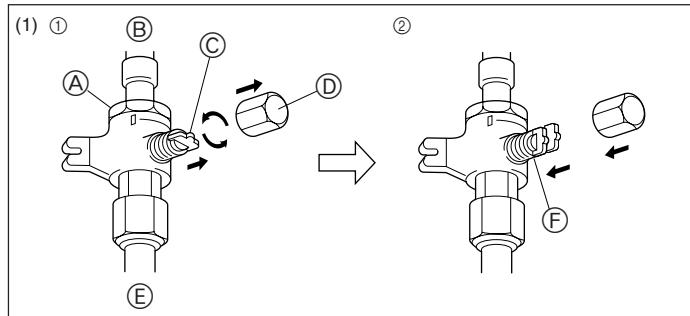
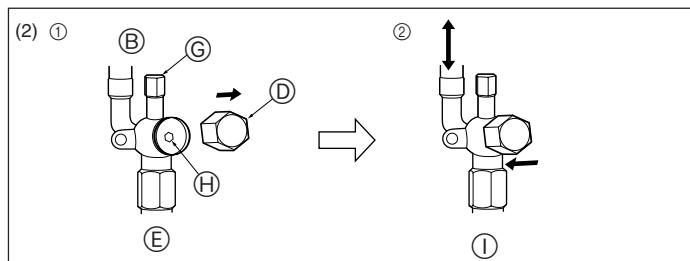

Fig. 4-4
Fig. 4-5
(1) Gaz tarafı (Fig. 4-4)
- ① Kapağı çıkarın, kolu kendinize doğru çekip saat yönünün tersine 1/4 devir çevirerek açın.
- ② Stop valflinin tamamen açık olduğundan emin olun, kolu içeri itin ve başlığı çevirerek tekrar ilk konumuna getirin.
(2) Sıvı tarafı (Fig. 4-5)
- ① Başlığı çıkarın ve 4 mm'lik bir altigen somun anahtarıyla vana çubuğu gidebileceği yere kadar saat yönünün tersine döndürün. Tampona dayanınca döndürmeye son verin. (ø6,35: Yaklaşık 4,5 devir) (ø9,52: Yaklaşık 10 devir)